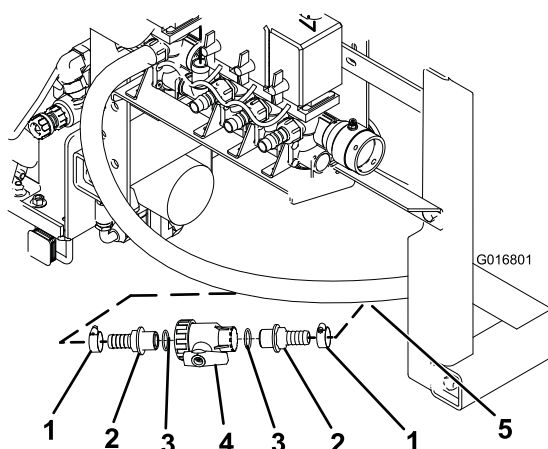

図 6
1. **41008の場合：** 攪拌ホースを、バンプから 46 cm のところで切断する（図 6）。
41009の場合： 攪拌ホースを、バンプから 25.40 cm のところで切断する（図 6）。
2. ボールバルブの両側にOリングをはめ込む（図 6）。
3. ボールバルブの両側にストレートフィッティングを取り付ける（図 6）。
4. アセンブリをホースに接続し、ホースクランプでそれぞれの端部を固定する（図 6）